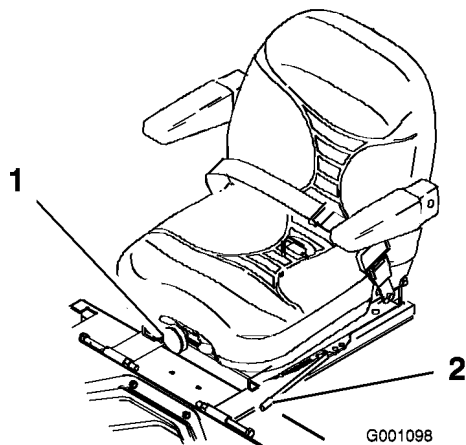

Figura 25
1. Per regolare il sedile, spostate da un lato la leva per sbloccarlo (Figura 25).
Per spostarlo, girate la manopola davanti nella direzione opportuna, fino ad ottenere il migliore comfort (Figura 25).